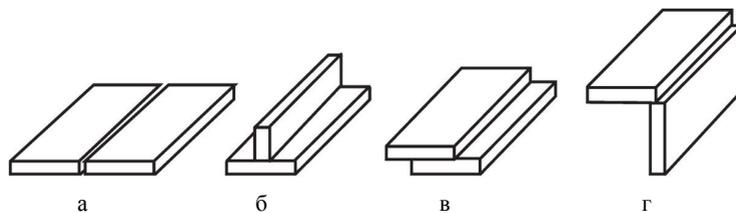

Рис. 25. Типы сварных соединений:
1. Сварные соединения образуются путем местного нагрева деталей в зоне сварки. Наибольшее распространение получили электрические виды, основными из которых являются дуговая и контактная сварка (рис. 25).